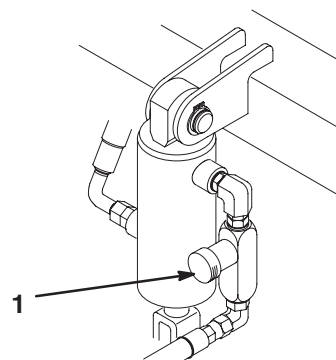

Figure 53
Le circuit de relevage/descente des plateaux de coupe de cette machine est muni d'un régulateur de débit (Fig. 53). Celui-ci est ouvert en usine d'environ 3 tours. Il faut cependant parfois le régler pour compenser les différences de température de l'huile hydraulique, de vitesses de tonte, etc. Dans ce cas, procédez comme suit :
1. Soulevez le siège et repérez le régulateur de débit (Fig. 53) du bâti de traction central situé près du vérin hydraulique.